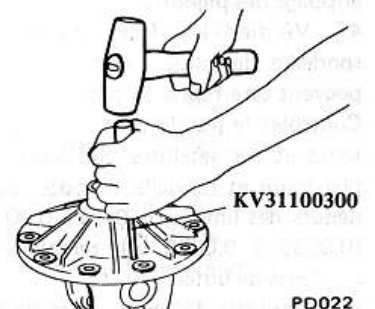

Fig. PD-48 Extraction de la goupille d'arrêt
9. Chasser la goupille d'arrêt de l'axe porte-satellites au moyen du jet spécial KV31100300. Voir figure PD-48.